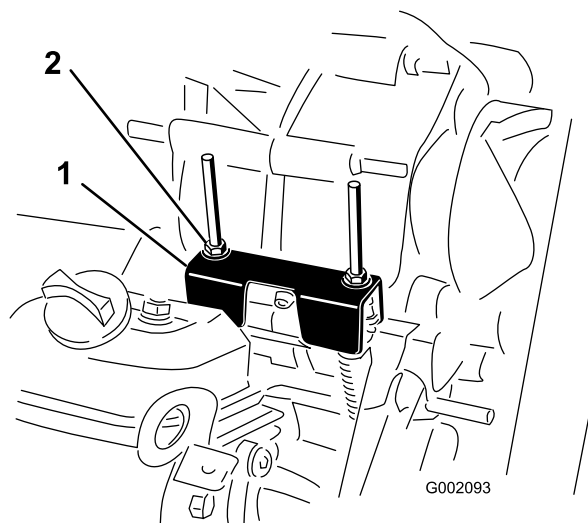

Figura 48
Durante l'esecuzione della manutenzione ordinaria e/o della diagnostica del motore, portate il transaxle in FOLLE (Figura 48). La macchina è dotata di una posizione FOLLE sulla leva del cambio che controlla la folle nel transaxle. Per accertarvi che la leva del cambio in folle agisca correttamente sulla posizione di folle del transaxle, osservate i punti sotto indicati:
2. Assicuratevi che la staffa di folle sia in posizione FOLLE (a livello della staffa di montaggio per cavo che si trova sotto la staffa del cambio) girando la frizione della trasmissione (Figura 48).
3. Ruotate uno dei dadi di bloccaggio (Figura 48) per ottenere un gioco di 0,762–1,524 mm tra la base del dado/della rondella e la staffa di folle.